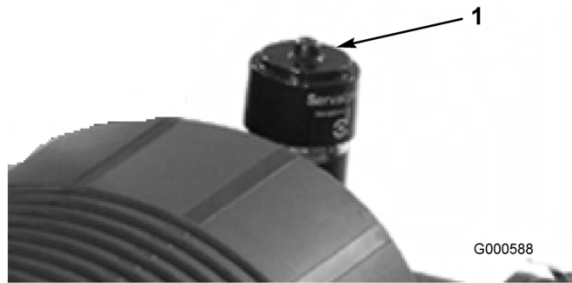

Figura 28
Effettuate la manutenzione del filtro dell'aria quando l'indicatore (Figura 28) lo richiede. Sostituendo il filtro dell'aria prima del necessario si aumenta il rischio che la morchia penetri nel motore quando si toglie il filtro.
6. Se la spia (Figura 28) è rossa, resettatela.